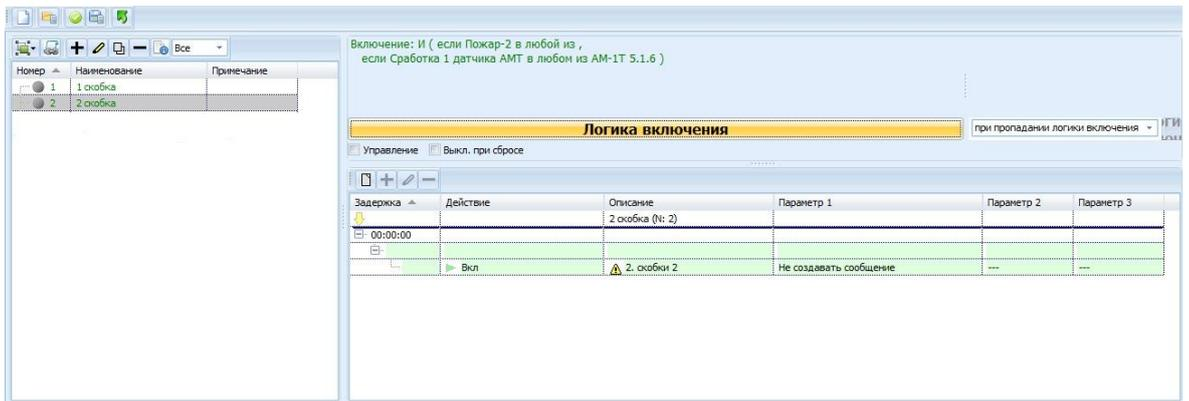

Рисунок 8.23 Вкладка Сценарии, добавили сценарий «2 Скобка»
2) **Сценарий №2** «2 Скобка», который будет включать виртуальное состояние «Скобка 2», при сработке адресной технологической метки АМ-1Т (1.6) и состоянии «Пожар-2» в зонах 3 и 4 (Рисунок 8.23).